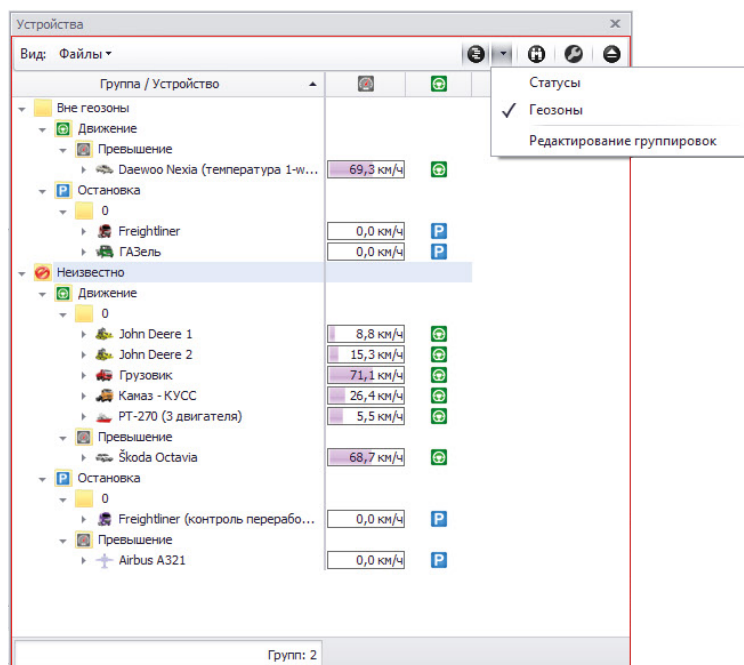

Рис.50. Многоуровневая группировка списка ТС.
- На **Рис.50** приведен пример многоуровневой группировки списка ТС. Первая группировка выполняется по параметру «Геозоны». Все ТС, в настройках которых отсутствует параметр геозоны, используемый в группировке (с таким же именем), добавляются в группу «Неизвестно». Далее внутри каждой группы, созданной по первому параметру выполняется группировка по второму параметру – Движение/Остановка. При необходимости так же формируется группа «Неизвестно». Третья группировка выполняется по состоянию превышения установленной допустимой скорости.